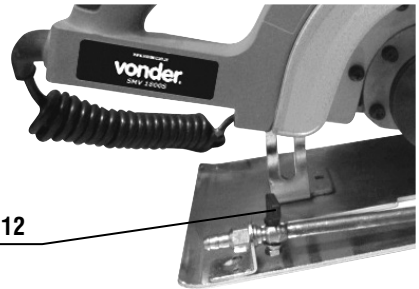

Fig. 3 - Sistema de refrigeración
- Usar el sistema de refrigeración (Fig. 3) para trabajar en el hormigón, baldosas o suelo.
- Cuando se realiza un trabajo con la ayuda de la refrigeración, el fluido será distribuido en la zona de corte, resultando en la refrigeración del disco de diamante (10), evitando el sobrecalentamiento y un desgaste prematuro del disco.